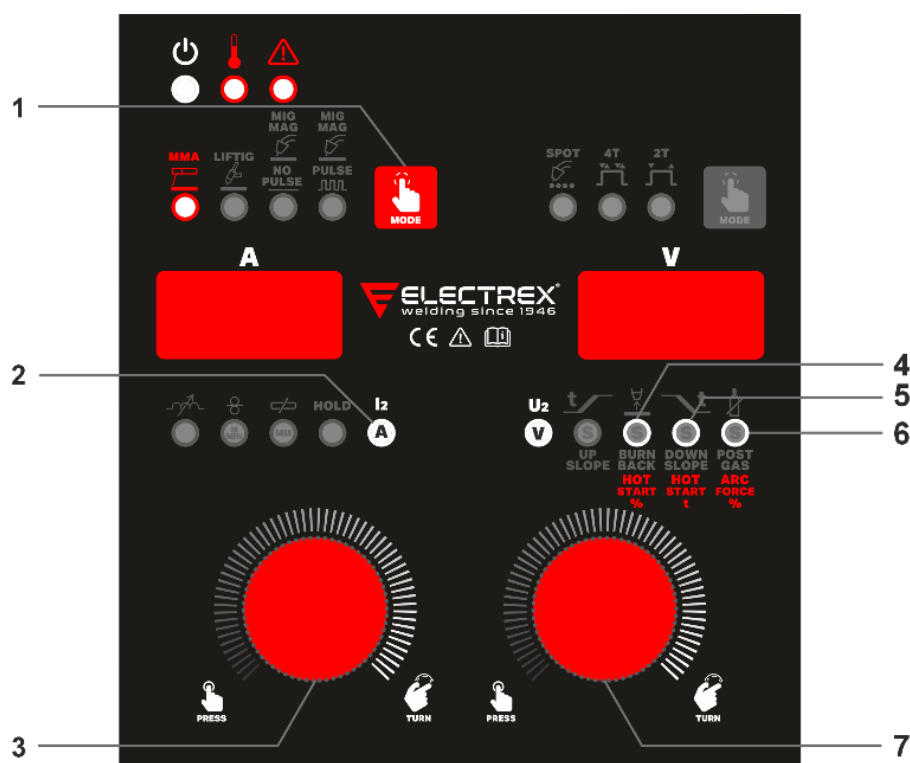

Fig 8.
- Selecione soldadura MMA (elétrodo revestido), pulsando a tecla 1 (Fig.8) até o LED MMA acender.
8.3.1. Parâmetros de soldadura MMA (elétrodo revestido) (ver Fig.8)